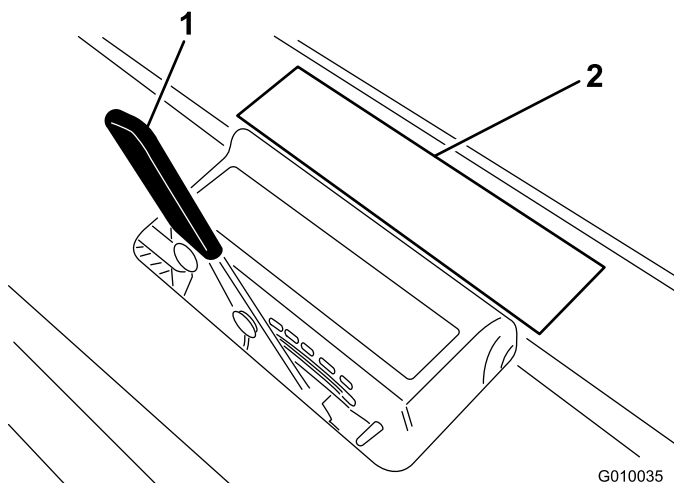

図 27
2. タインの打ち込み深さチャート（図 27）の、希望する打ち込み深さの位置に、タインの端を合わせてみる。